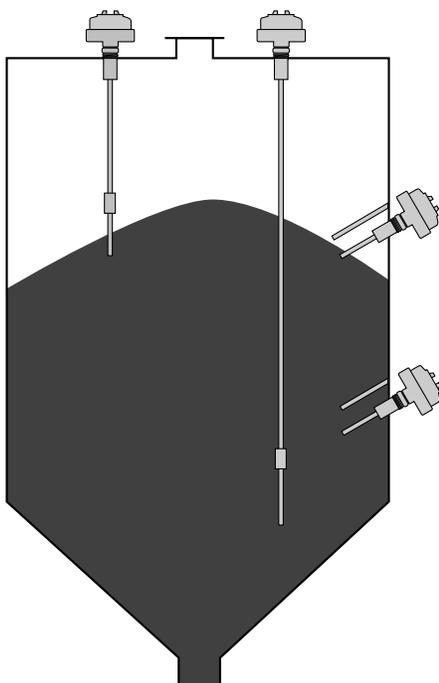

Figura 1
- A chave pode ser instalada vertical ou horizontalmente (em um ângulo descendente), conforme mostrado na Figura 1 na página 3.